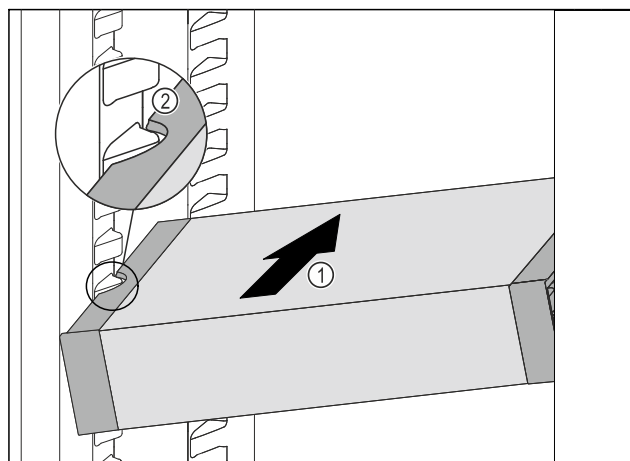

Fig. 84
- ▶ Вставити висувний ящик VarioSafe під кутом в охолоджувальне відділення Fig. 84 (1), доки бокові поглиблення Fig. 84 (2) VarioSafe не будуть розташовуватися на рівні ребра для ємності в охолоджувальному відділенні.